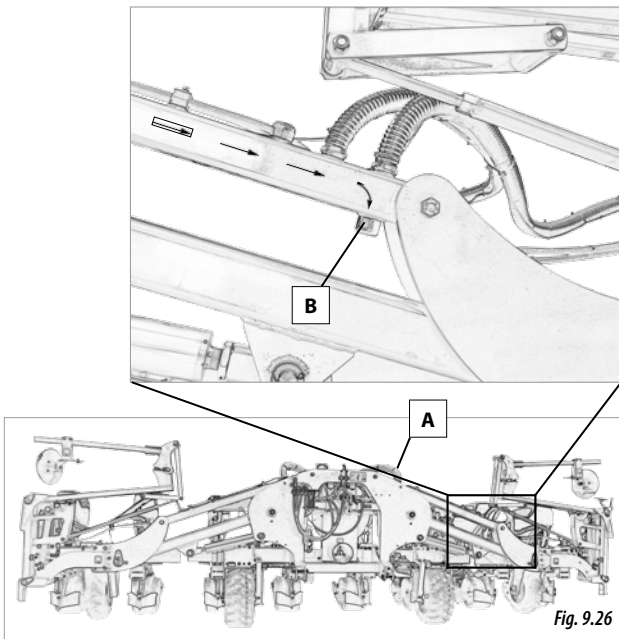

Fig. 9.26
- 2-** Sacar el tapón inferior del pulmón de aspiración de las partes plegables (B, Fig. 9.26).
- 4-** Volver a colocar el tapón (B, Fig.9.26) y conectar el conducto de aspiración (A, Fig. 9.26).